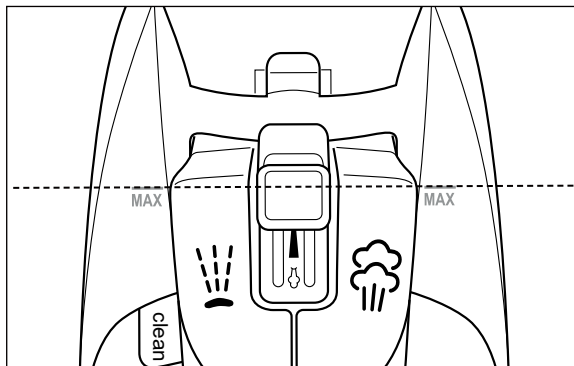

Fig. 5
- 4) Remplissez le réservoir à eau **13** jusqu'au repère **MAX**. Posez le fer à repasser à vapeur sur le socle **10** et vérifiez que la quantité versée ne dépasse pas le repère **MAX** (voir fig. 5). Videz la quantité d'eau versée en trop. La quantité maximale à verser dans le réservoir à eau **13** est d'env. 320 ml.